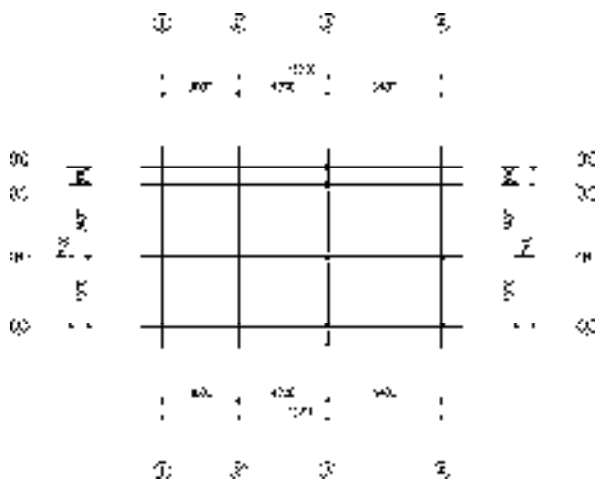

图 2-95 偏移结果
13) 重复操作，继续对轴号进行偏移操作，结果如图 2-95 所示。